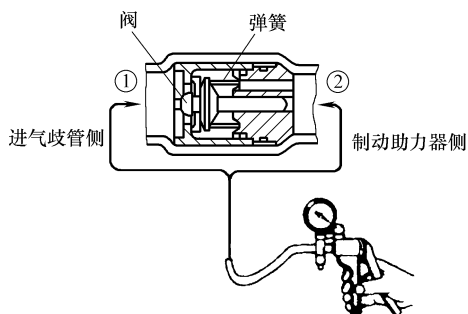

图 5-13 用真空泵检查单向阀的动作
如图 5-13 所示，用真空泵检查单向阀的动作。将真空泵接头与制动助力器侧接头① 相接，用真空泵抽真空并能保持，则说明单向阀密封性合格。将真空泵接头与发动机接头② 相接，用真空泵抽时不产生真空，则说明单向阀通气性合格。